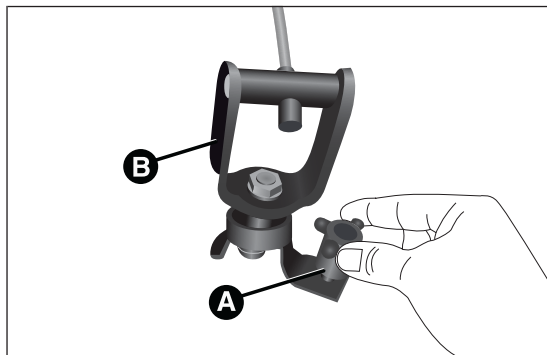

fig. 38
- ☐ riavvitare il dispositivo A fig. 38 sul supporto di fissaggio B;